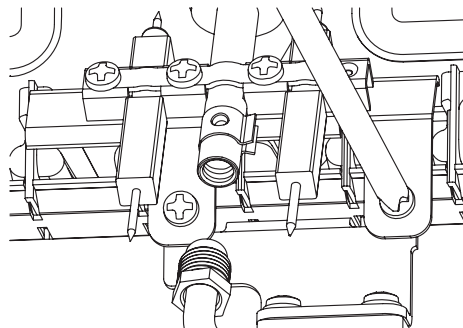

Figura 5.3
- Svitare le viti che tengono in posizione la fiamma pilota (Figura 5.3).